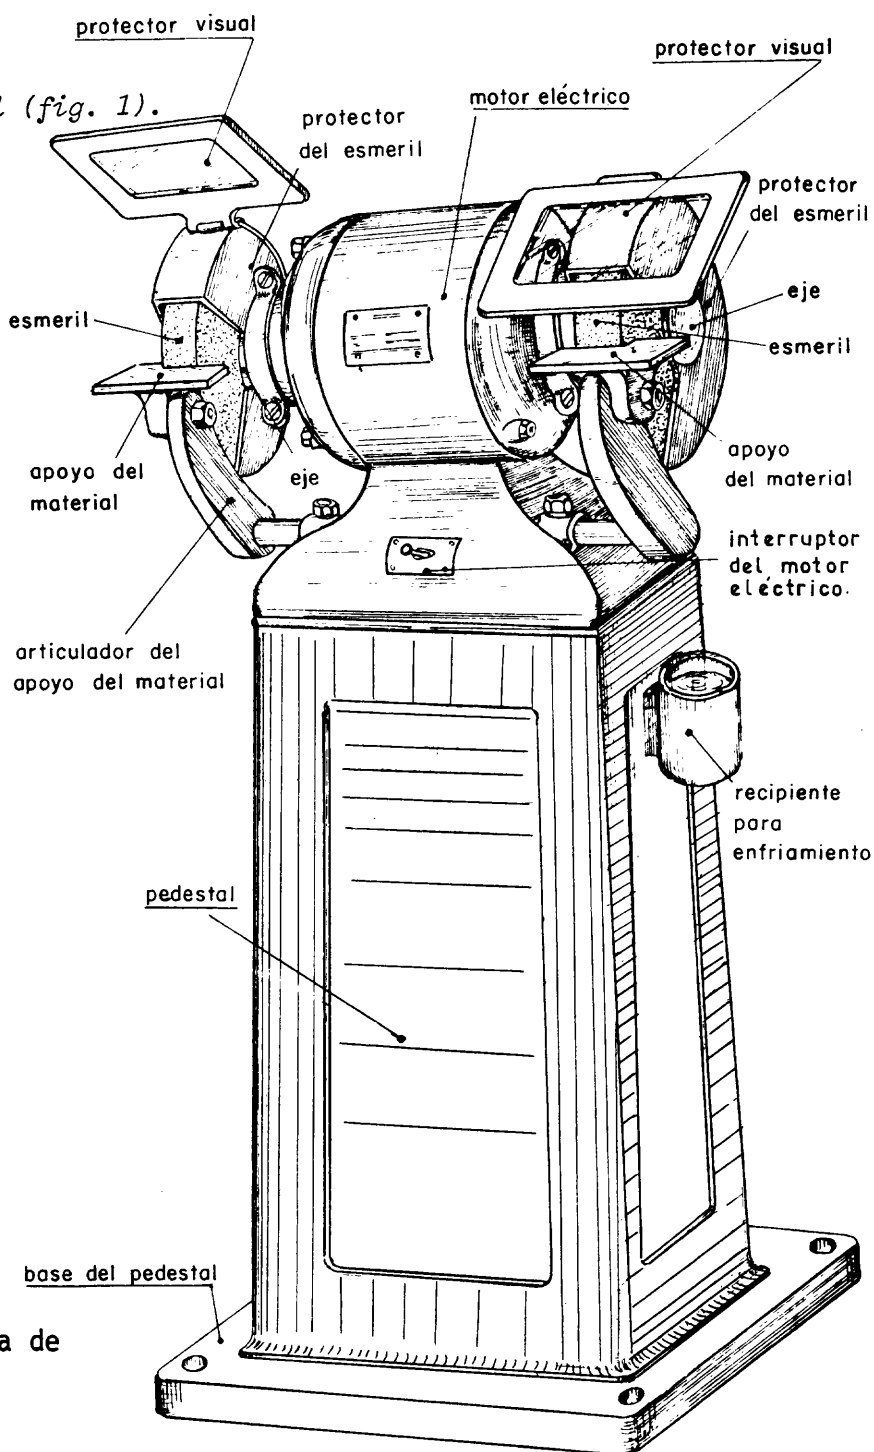

Fig. 1 Esmeriladora de pedestal
*Esmeriladora de pedestal (fig. 1).*
- e) *Protector visual* - lo indicado en la fig. 1 es el más práctico para trabajos generales.